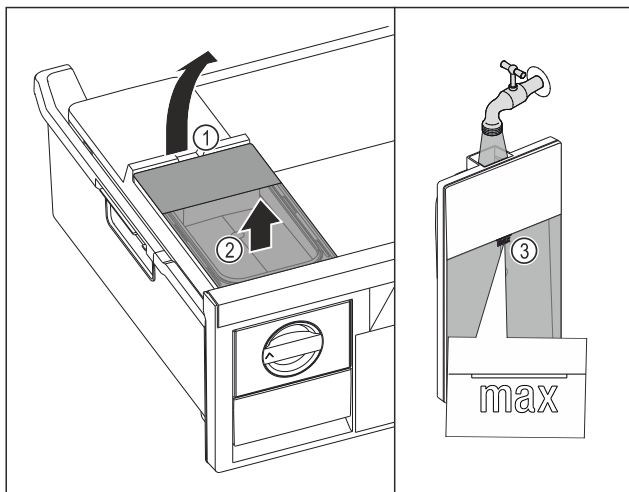

Fig. 91
- ▶ Zvedněte nádržku na vodu za vybrání Fig. 91 (1).
- ▶ Vyměte nádržku na vodu nahoru. Fig. 91 (2)
- ▶ Naplňte nádržku na vodu pitnou vodou až po značku Fig. 91 (3).